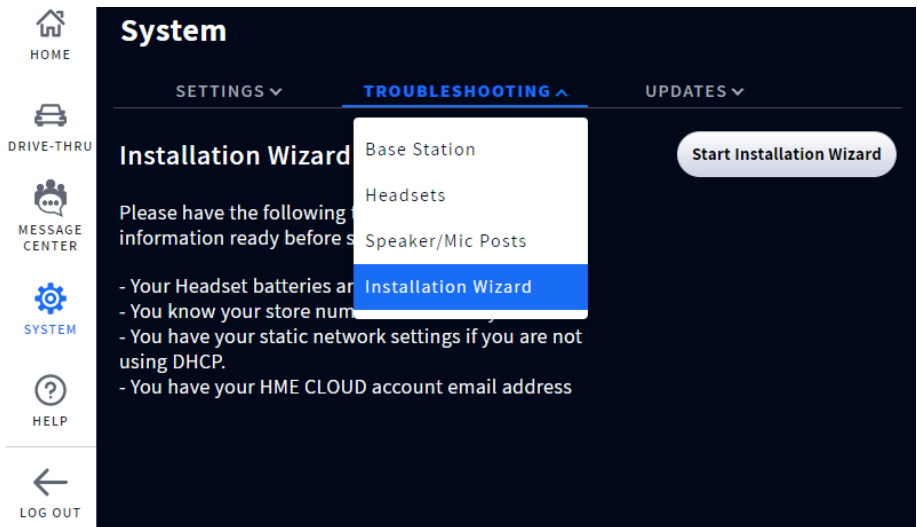

Fig. 3.4
**Nota:** si sale accidentalmente del asistente de instalación y necesita regresar. INICIE SESIÓN en el sistema, vaya a SISTEMA, y luego a la pestaña SOLUCIÓN DE PROBLEMAS y seleccione Asistente de instalación en el menú desplegable. Toque el botón Iniciar asistente de instalación para comenzar (vea fig. 3.4).